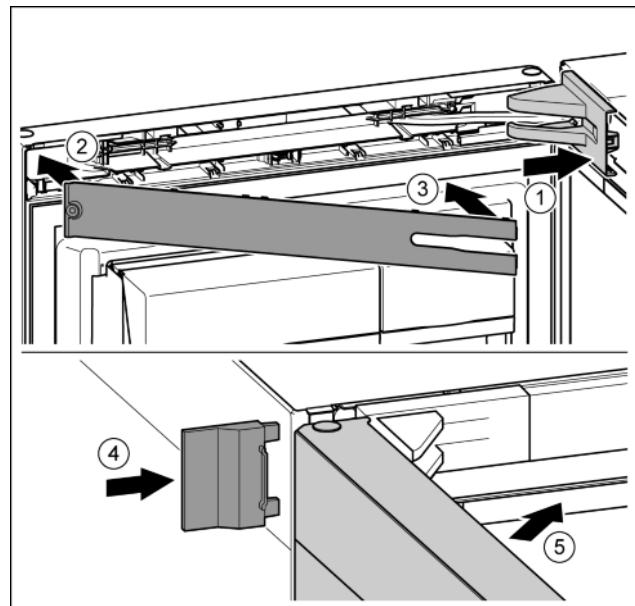

Fig. 42
- ▶ Крышку опорного кронштейна установить и зафиксировать, при необходимости, осторожно разжать. Fig. 42 (1)
- ▶ Установить накладку. Fig. 42 (2)
- ▶ Наклонить и защелкнуть накладку. Fig. 42 (3)
- ▶ Надвинуть внешнюю крышку. Fig. 42 (4)
- ▶ Закрыть верхнюю дверь. Fig. 42 (5)